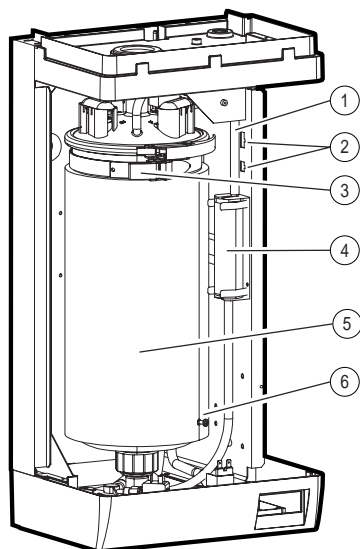

Рис. 14.1.1
2. Отсоедините от цилиндра быстросъемный разъем датчиков (Рис. 14.1.1 - п.2)
3. Отсоедините от крышки цилиндра балансирующую трубку с регулятором уровня (Рис. 14.1.1 - п.1)
5. Снимите винт контакта заземления цилиндра (Рис. 14.1.1 - п.5)
6. Освободите фиксатор цилиндра, сначала приподняв черный пластиковый рычажок (Рис. 14.1.1 - п.3), а затем отодвинув его до упора
8. При наличии наружной теплоизоляции снимите ее с цилиндра (Рис. 14.1.1 - п.4)
Соберите цилиндр, повторив вышеизложенные действия в обратном порядке. Не забудьте установить на место винт контакта заземления (Рис. 14.1.1 п.5).